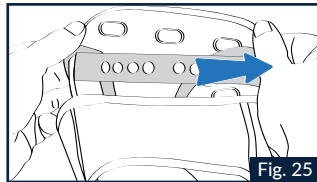

Fig. 25
1.3 Ripetere le operazioni dei punti 1.1 e 1.2 con il bottone circolare posteriore presente al di sotto dell'imbottitura stessa (Fig.25). Avvicinando tra di loro i due bottoni di regolazione della cuffia il casco si posiziona gradualmente più in alto sulla testa.